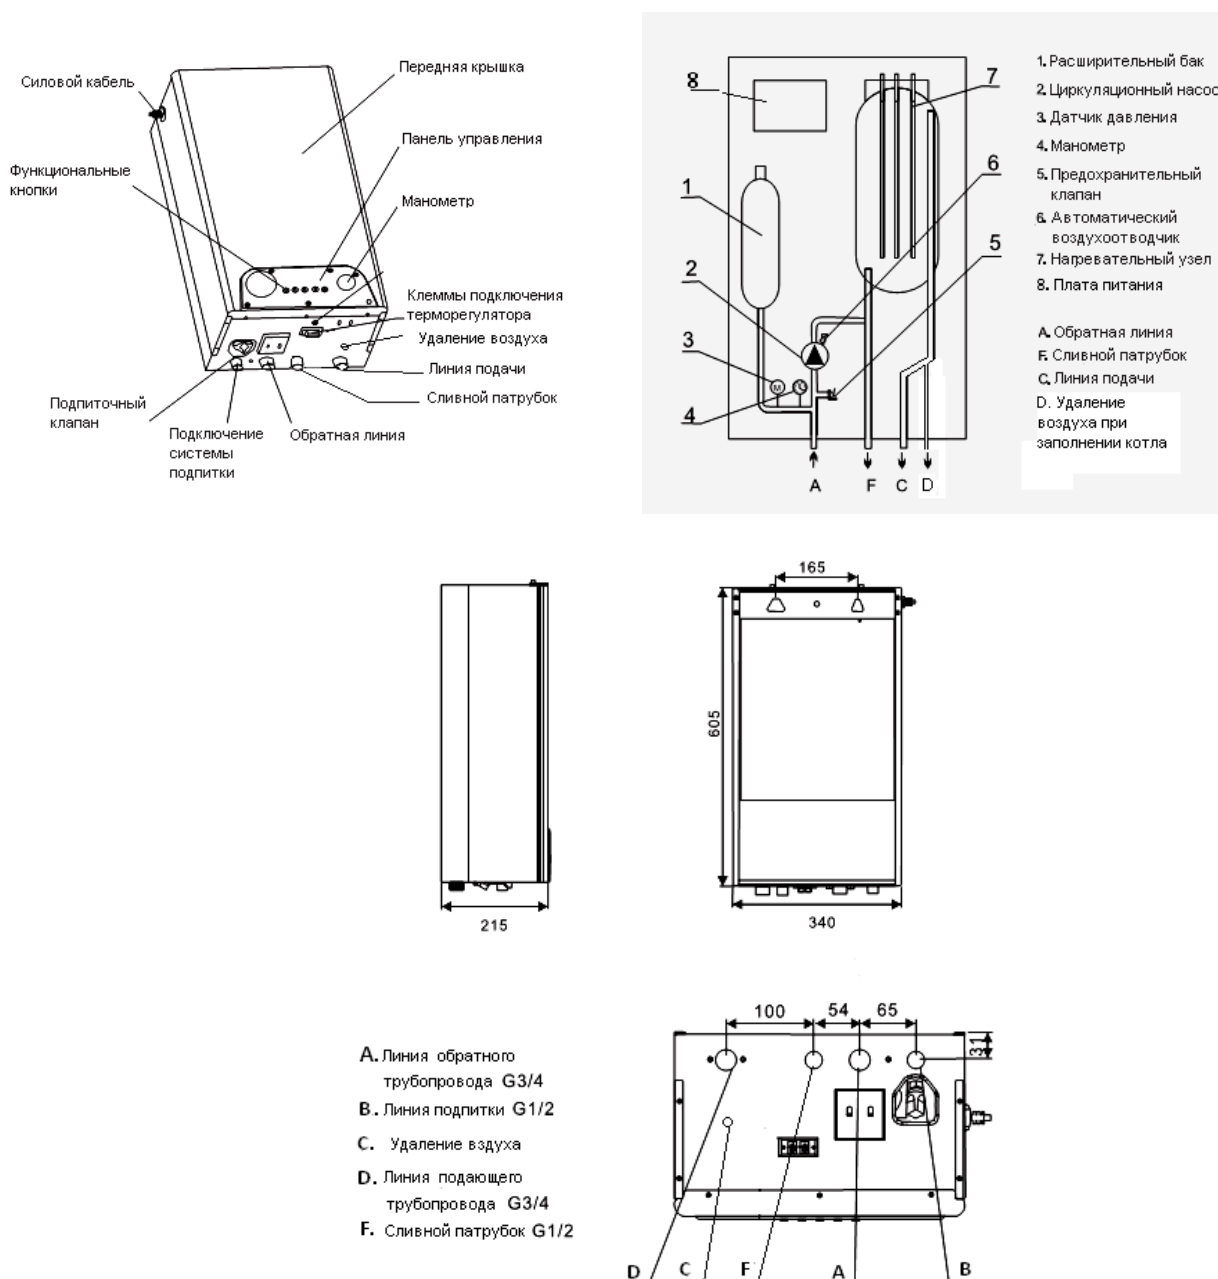

Рис.5
7. Подключить комнатный регулятор температуры при помощи двухжильного провода 2x0,75мм2 к клеммам котла(рис.5).